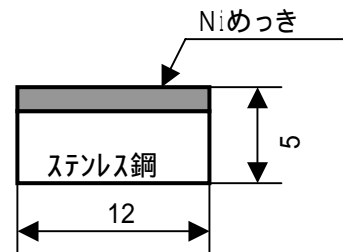

図1
- 1) 試料: ステンレス鋼上のNiめっき (図1, 参照)